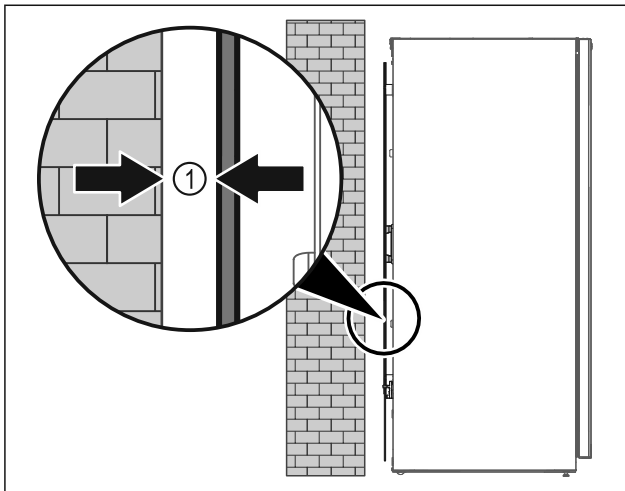

Fig. 7
- Placer l'appareil soit librement dans la pièce, soit directement contre un mur en respectant une distance minimale de 5 mm Fig. 7 (1).